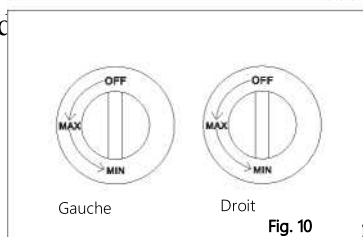

Fig. 10
- Placez le bouton de réglage du gaz sur l'axe et appuyez fermement vers l'intérieur (Fig. 10, 11).